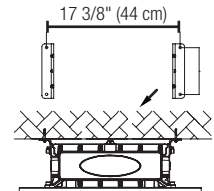

Figure 7
4. Tighten the nut of the screws (Figure 7).
4. Serrez l'écrou des vis (Figure 7).